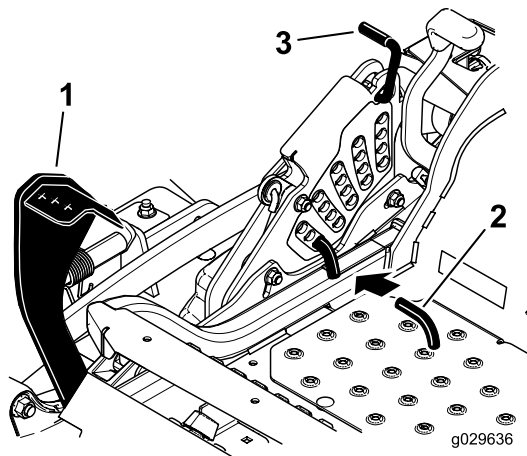

Figura 28
2. Pise el pedal de elevación de la carcasa y eleve la carcasa a la posición de transporte (que es también la posición de altura de corte de 140 mm - 5½"); consulte Figura 28.
3. Para ajustar la altura de corte, gire el pasador 90° y retire el pasador del soporte de altura de corte (Figura 28).
4. Seleccione el taladro del soporte de altura de corte que corresponde a la altura de corte deseada, e inserte el pasador (Figura 28).